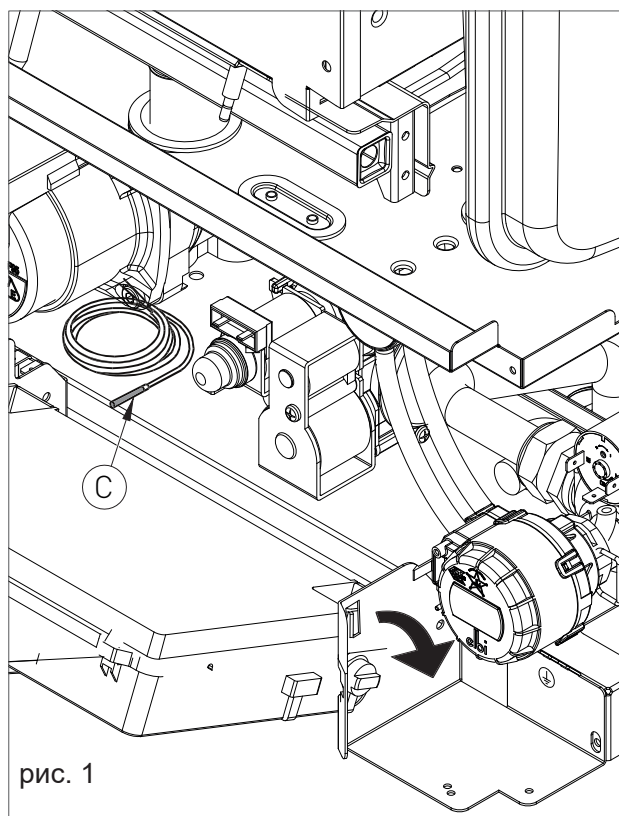

рис. 1
- › выполните следующие подключения на клеммной колодке «В» (см. рис. 1):
- › Возьмитесь за левую и правую опоры панели управления (см. рис. 1) и потяните их наружу, одновременно поворачивая панель вниз.
- › Возьмите кабель датчика (поз. С на рис. 1), расположенный на нижней панели устройства, и вставьте датчик в бойлер ГВС.
- › Для всех горизонтальных участков трубопровода выпуска и забора воздуха рекомендуется предусмотреть уклон вверх (по направлению к котлу) не менее 2 % (см. рис. 1) так, чтобы предотвратить попадание дождевой воды, пыли или посторонних предметов внутрь трубопровода.